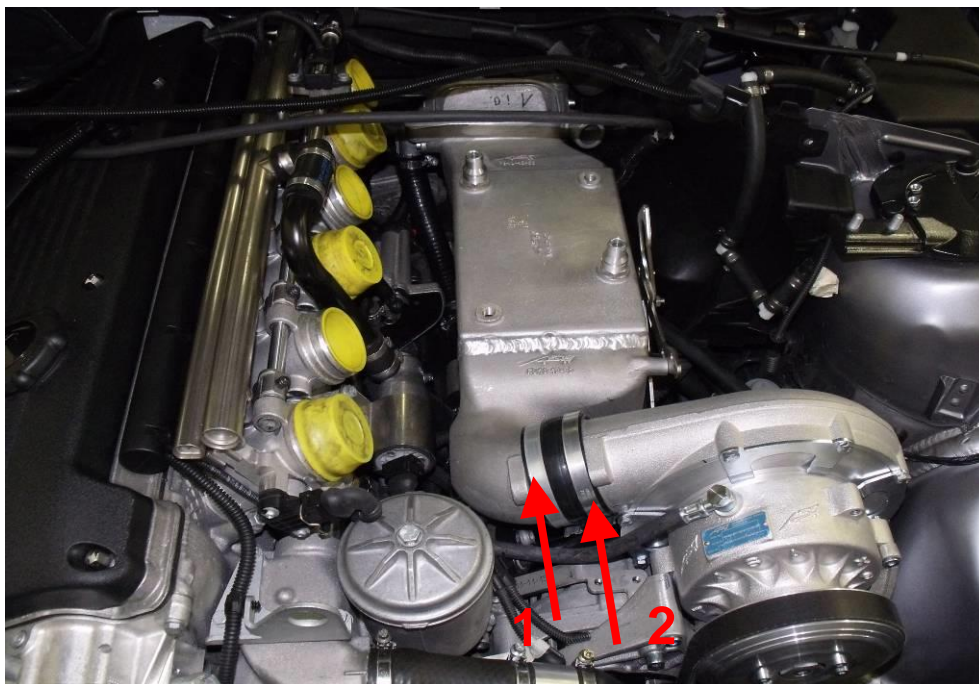

Abbildung 16
- Abstützung Grundplatte (**P341-11-15**) montieren (Abbildung 16 und 17)